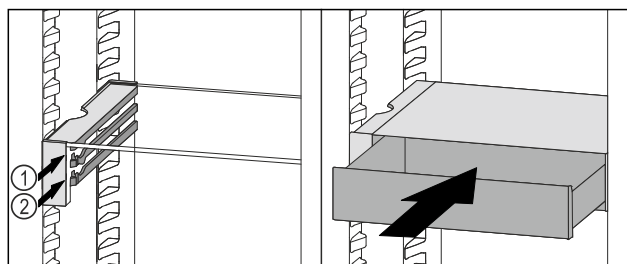

Fig. 142
- Stavite ladicu VarioSafe ukoso iza zaustavljača na željeni žlijeb *Fig. 142 (1)* ili *Fig. 142 (2)*.